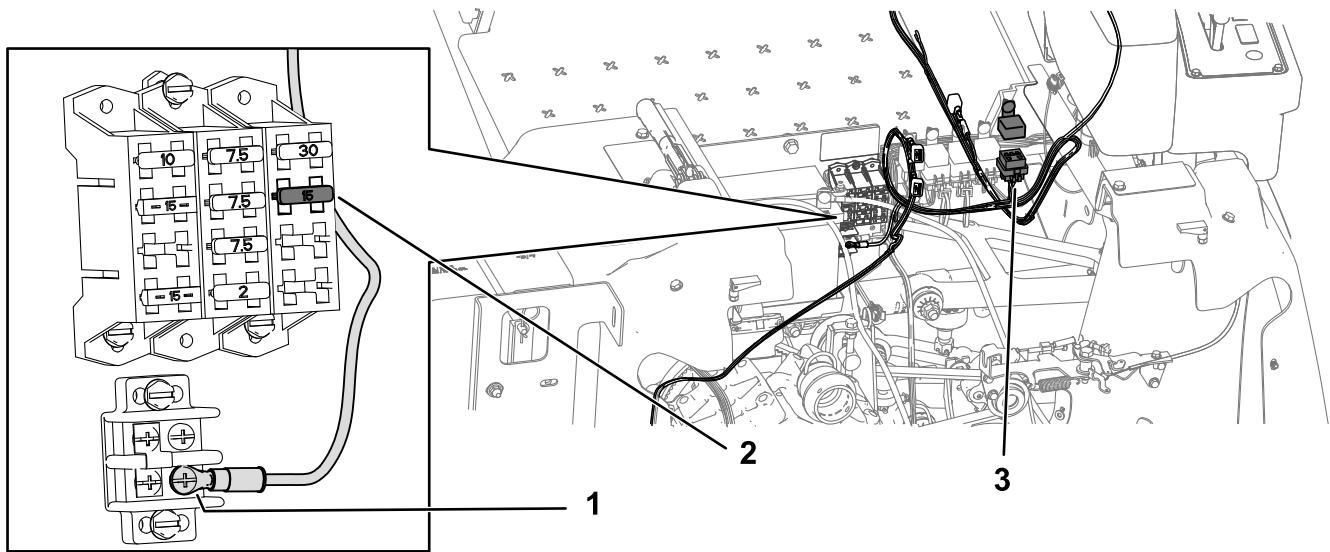

Figura 6
2. Ligue o fio de terra e interruptor do relé e insira o fusível de 15 amp no bloco de fusíveis (Figura 6).